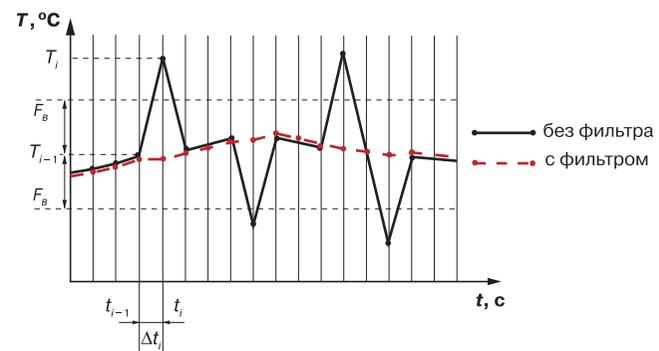

Рис. 8
3.2.4.2. Цифровой фильтр осуществляет подвдение помех в две ступени. На первой ступени фильтр устраняет сильные единичные помехи (рис. 8). Прибор сравнивает скорость изменения
$F_{\Phi}$ , последнее измерение  $T_i$  игнорируется и заменяется предыдущим  $T_{i-1}$  (рис. 8).